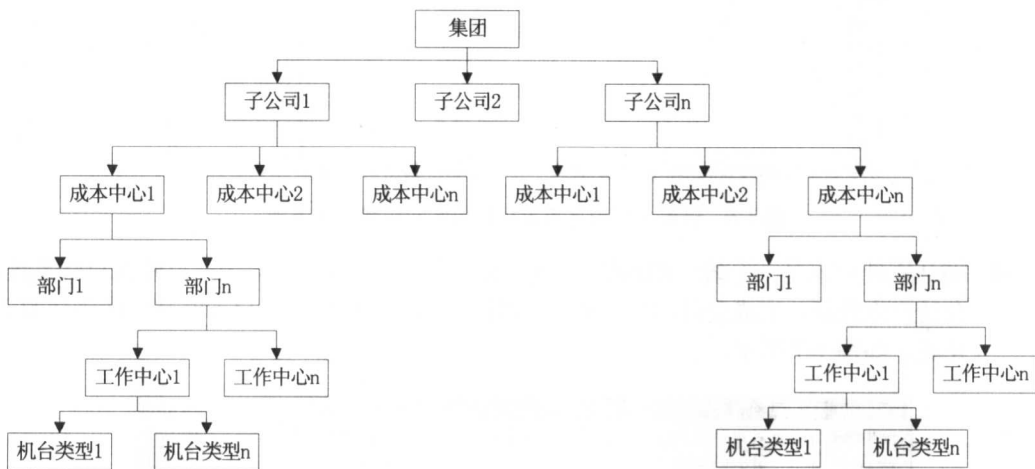

图 1-4 ERP 系统应支持的组织架构
- ERP 系统是一个**支持集团操作的系统**，应支持如图 1-4 所示的组织架构。